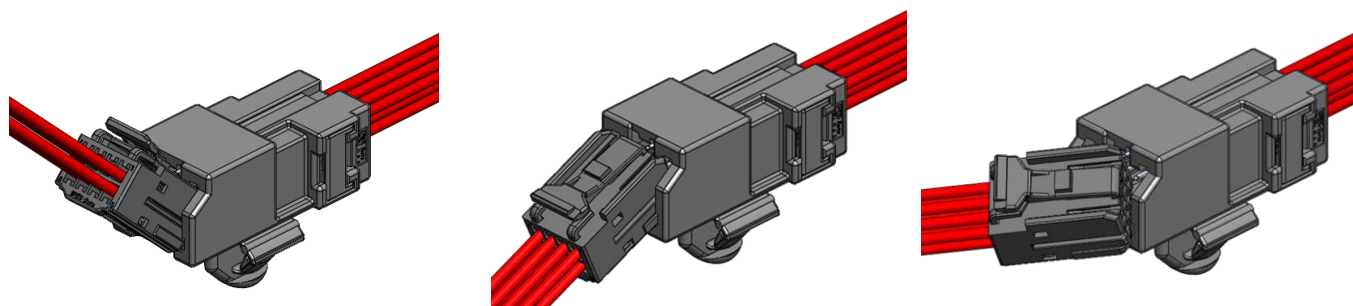

図 45 コネクタ無理嵌合姿勢
- ①コネクタを正規の向き以外、もしくは図 45 に示すような姿勢で無理に押し込まないで下さい。